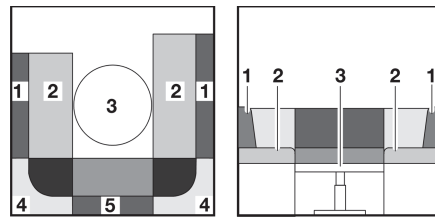

Fig. 67 Durante la transformación
- Extraer los cojines del respaldo (Fig. 67,1, 4 y 5).
- Colocar el cojín adicional (Fig. 68,6) entre los cojines del asiento (Fig. 68,2) sobre la mesa (Fig. 67,3).